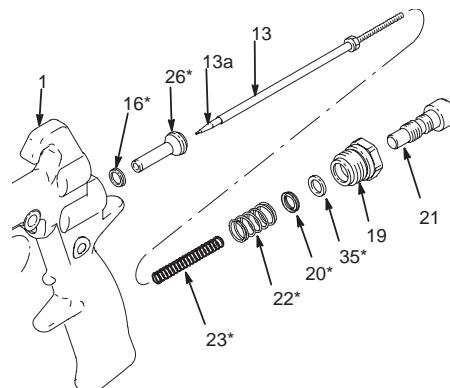
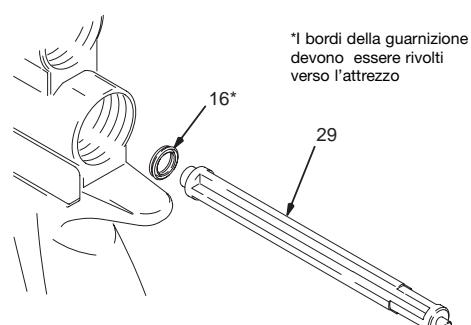
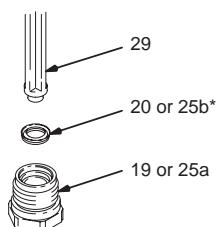

Fig. 26
Fig. 27
Fig. 28
4. Una alla volta, installare le nuove guarnizioni (25b) con l'attrezzo per l'installazione delle guarnizioni (29); il bordo della guarnizione deve guardare verso l'attrezzo come mostrato nella Fig. 28.
1. Rimuovere il dado della valvola (19), la molla della valvola (22) e la guida della valvola dell'aria (26). Fig. 26.
2. Con un puntale meccanico, rimuovere la guarnizione (16) dal corpo della pistola.
3. Posizionare la nuova guarnizione (16) sull'attrezzo per l'installazione delle guarnizioni (29), con i bordi della guarnizione rivolti verso l'attrezzo come mostrato nella Fig. 27.
4. Spingere la guarnizione (16) nella parte posteriore della pistola fino a sentirne lo scatto definitivo.
5. Con un puntale meccanico rimuovere la guarnizione (20) e la guarnizione spaziatrice (35) dal dado della valvola regolazione prodotto (19). Fare attenzione a non rovinare la superficie della guarnizione di tenuta o la filettatura interna del dado.
6. Installare una nuova guarnizione (20) con l'attrezzo per l'installazione della guarnizione (29); i bordi della guarnizione devono essere rivolti verso l'attrezzo come mostrato nella Fig. 28. Questo aiuterà ad applicare pari pressione ai bordi della guarnizione senza danneggiarli.
7. Spingere la guarnizione (20) e la guarnizione spaziatrice (35) nel dado della valvola regolazione prodotto (19) fino a sentirne lo scatto definitivo.